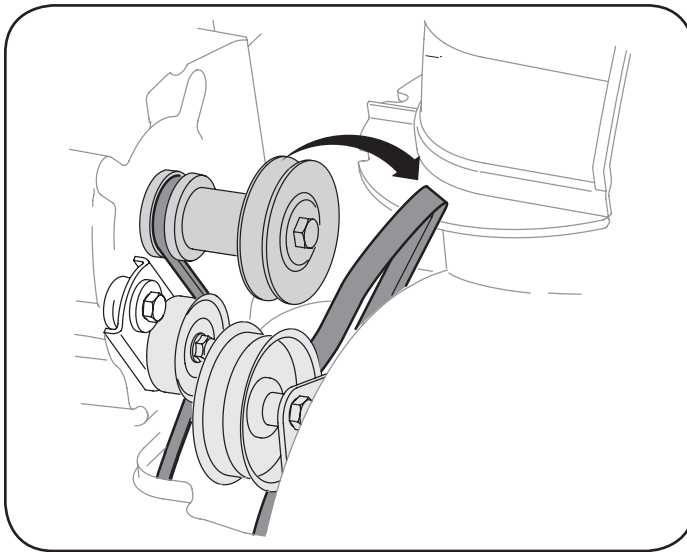

Figura 26
3. Saque la correa de la barrena de la polea del motor. Vea la Figura 26.
7. Retire la correa de alrededor de la polea de la barrena y deslice la misma entre la ménsula de soporte y la polea de la barrena. Vea la Figura 26.